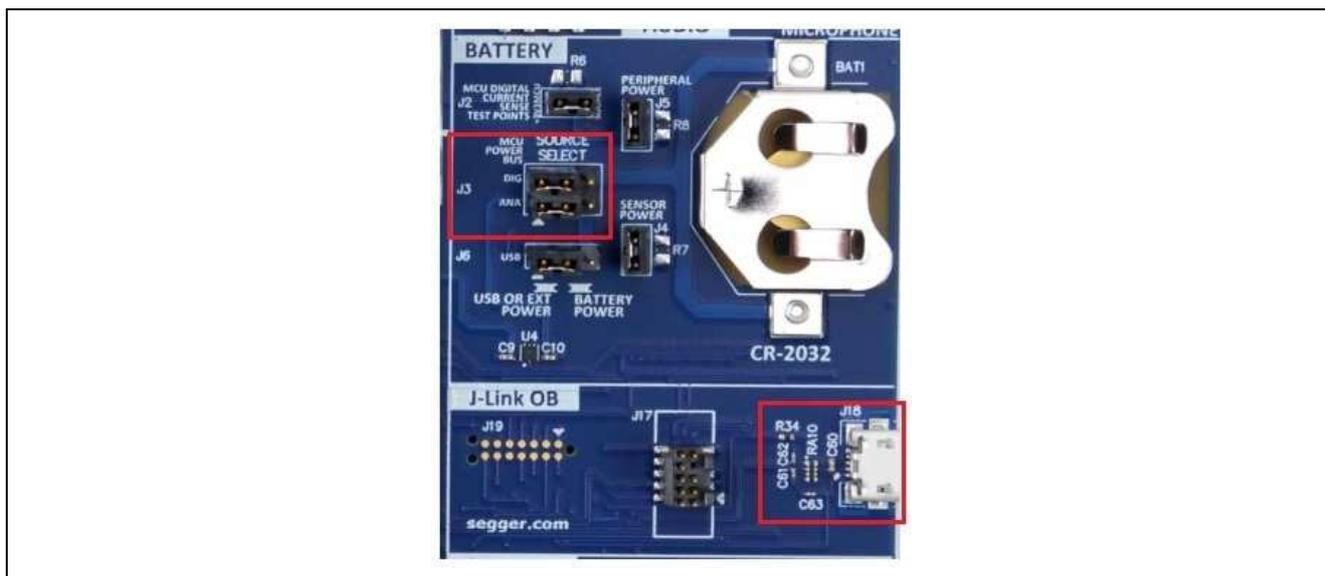

図 4.1 電源設定（上側）と-Link OB 接続（下側）
1. 図 4.1 に示すように、バッテリーのそばのジャンパ J3 が 2 つのジャンパ線で 1-3 と 2-4 を接続するようになっていることを確認してください。
2. マイクロ USB ケーブルを使い、DK-S124 の J18 にある JLink-OB を PC と接続してください。(図 4.1)